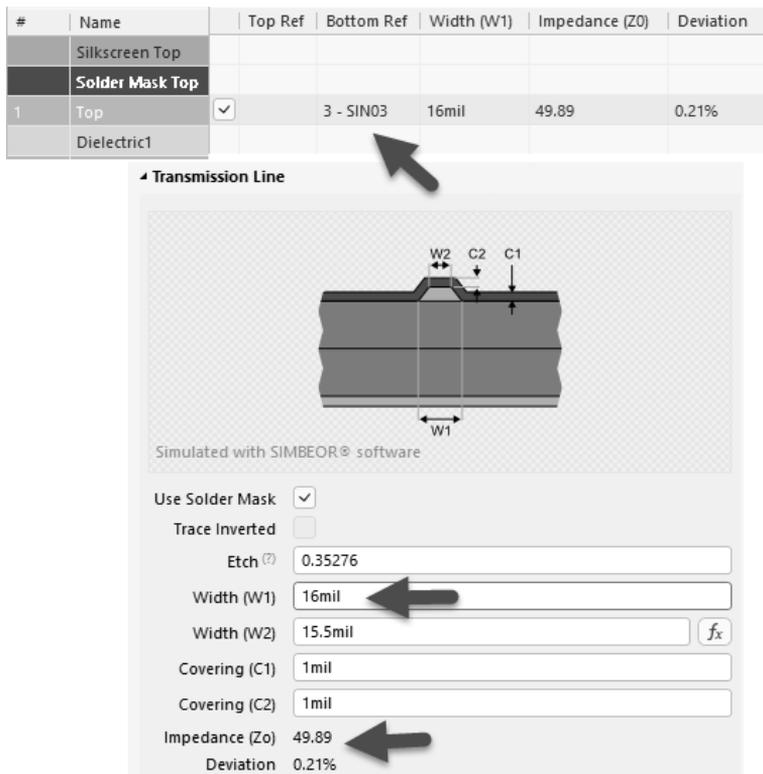

图 3-49 RF\_50 线宽调整
③ 将参考平面设置为 SIN03，计算并调整阻抗值，如图 3-49 所示。